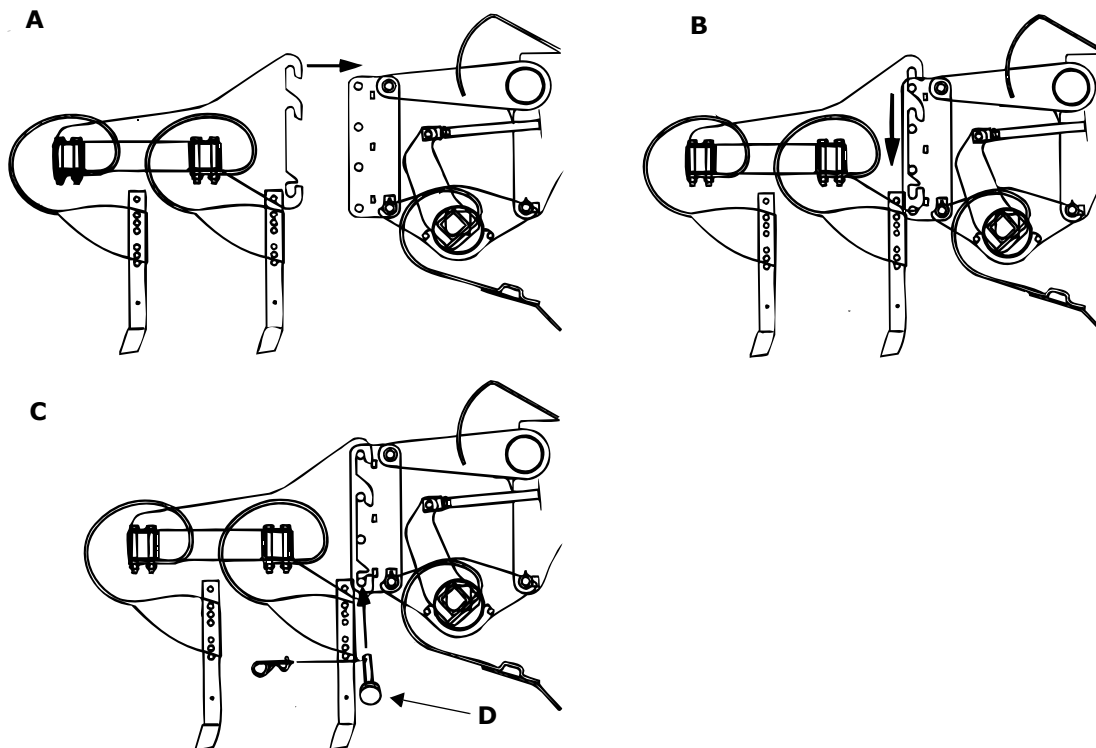

Рис. 2.2
- 3 Установите передние рабочие органы на опорах быстрого зацепления, как показано на рисунке “Рис. 2.2”, А – С при помощи мостового крана или погрузчика. Обязательно зафиксируйте передние рабочие органы с помощью шплинтов и фиксирующих штифтов (D).